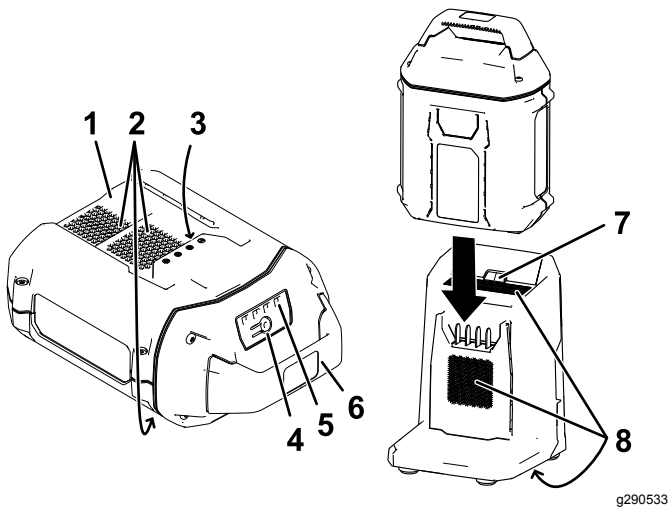

Figura 12
2. Alinee el hueco de la batería (Figura 12) con la lengüeta del cargador.
4. Introduzca la batería en el cargador hasta que esté completamente asentada (Figura 12).